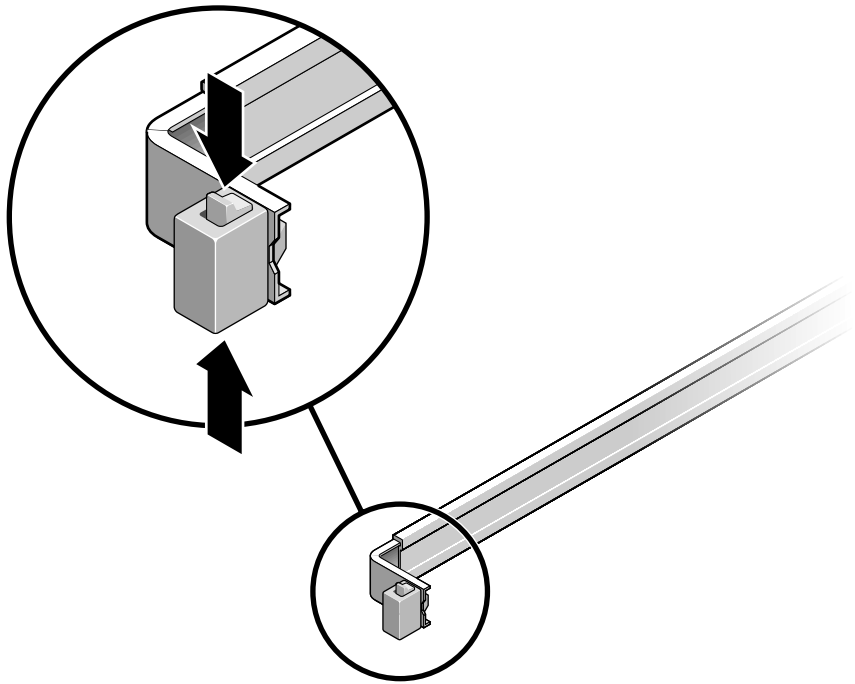

图 2-12 解开滑轨装置的锁定
2. 对机箱左右两侧的滑锁按钮进行解锁（图 2-12），然后慢慢将服务器从机架中拉出，直到滑轨到达终止位置。